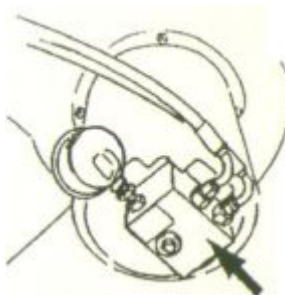

Рисунок 6
4.3.1 Обратный клапан на зажимном устройстве, открывающий гидравлическую линию (внутри шарнирного соединителя, см.рисунок 6) предотвращает соскакивание колеса с зажимного устройства, если гидравлическая линия по какой-либо причине выйдет из строя.